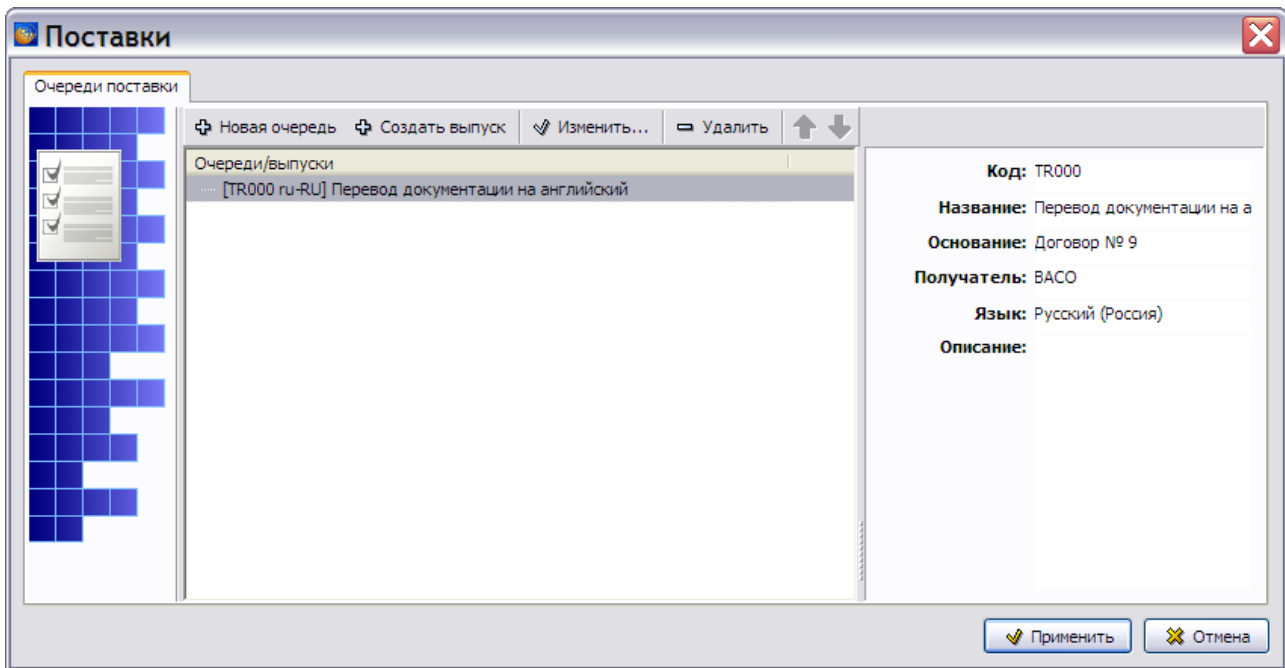

Рис. 23.10
6. В диалоговом окне **Поставка** нажмите на кнопку **Применить**. Произойдет возврат в диалоговое окно **Поставки** (Рис. 23.10).